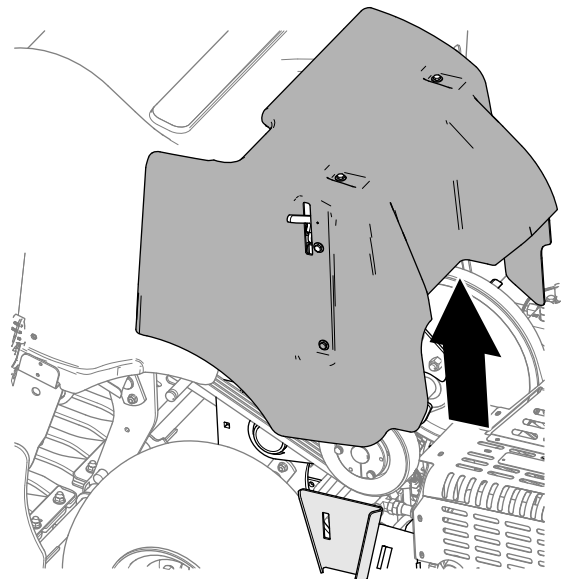

Рисунок 143
3. Снимите крышку ремня с машины (Рисунок 143).